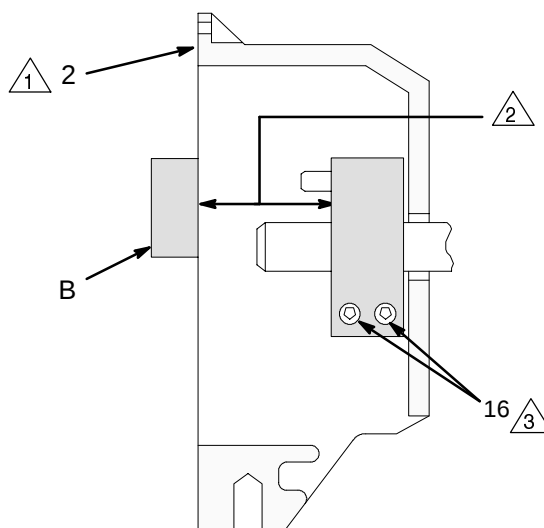

Fig. 18
3. Presione la **abrazadera (3)** contra el eje del motor (A). Mantenga las distancias indicadas en la Fig. 18: $50,55 \pm 0,25$ mm.